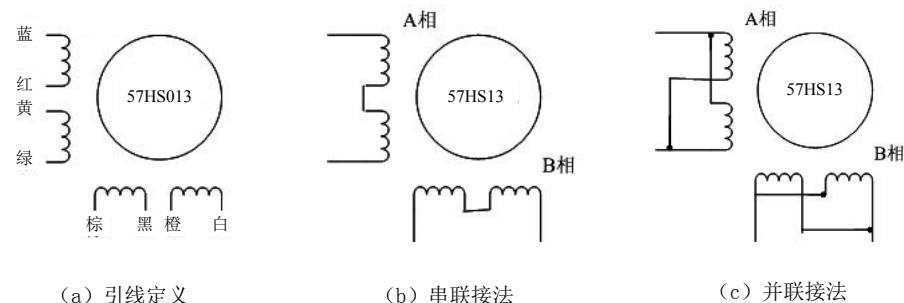

图 7 57 电机串并联接法
- 2) 相是相对的，但不同相的绕组不能接在驱动器同一相的端子上（A+、A- 为一相，B+、B- 为另一相），雷赛 57HS13 电机引线定义、串、并联接法如图 7 所示。